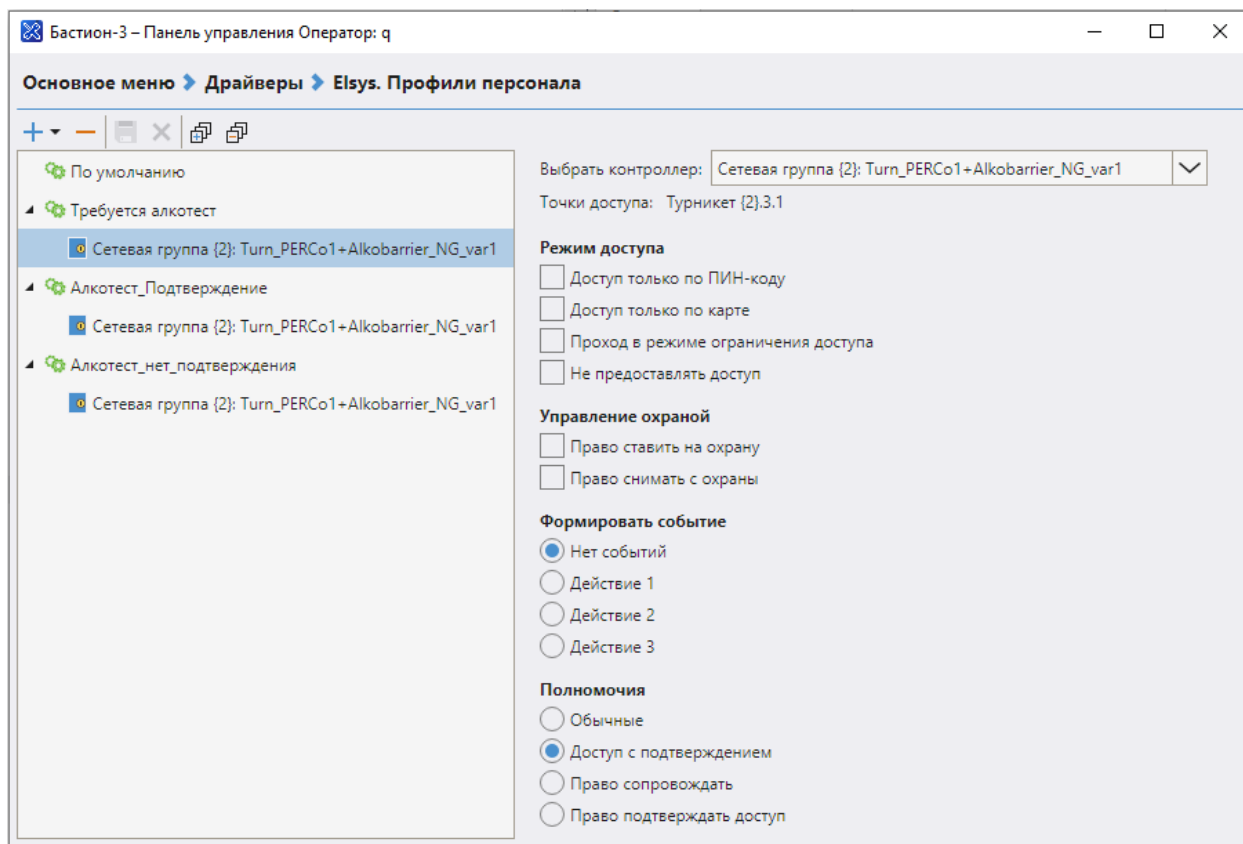

Рис. 1. Профиль для пропусков, которым требуется алкотестирование
- для пропусков, которым требуется алкотестирование/подтверждение доступа (рис. 1);